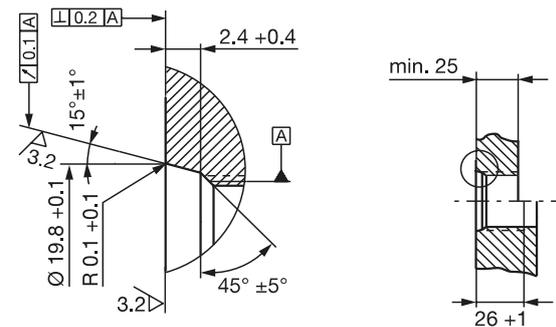
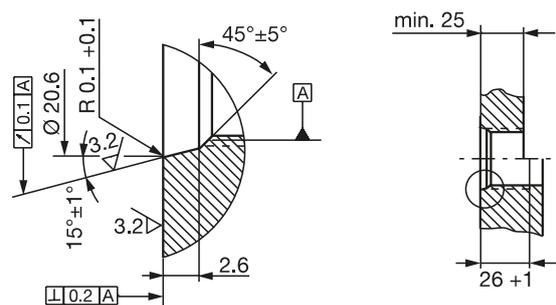

Fig. 4-3 : Trou de vissage M18x1.5 selon ISO 6149, joint torique 15.4x2.1
Fig. 4-4 : Trou de vissage 3/4"-16UNF selon SAE J475, joint torique 15.3x2.4
- ▶ Préparer le trou de vissage avec filetage (lamage pour joint torique, le cas échéant) selon la Fig. 4-3 ou Fig. 4-4.